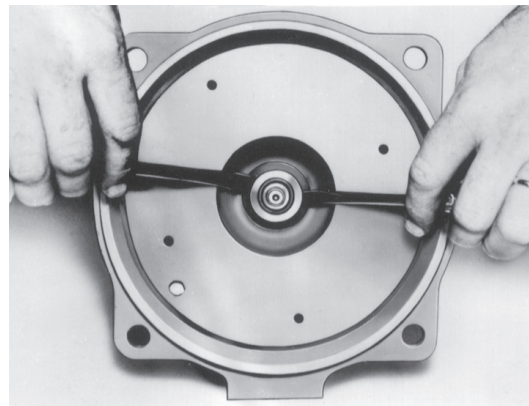

Figura 7
7. Usando dos destornilladores, haga palanca girando la sección del conjunto (383) del sello mecánico. Deseche. Vea la Figura 7.